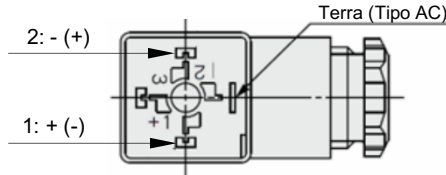

Figura 7. Pin del connettore DIN
- Serrare le viti e i raccordi secondo la figura 7.